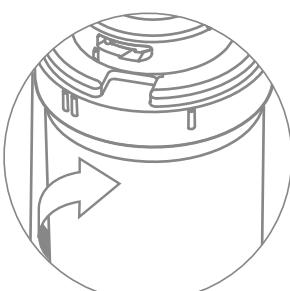
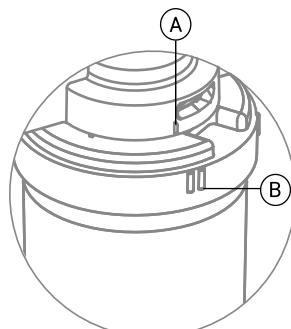

Рис. 5
Рис. 6
5. Поверните картридж по стрелке до щелчка, как показано на (рис.5), чтобы совпали метка «I» (A) на скобе и метка «II» (Б) на картриidge (рис. 6).